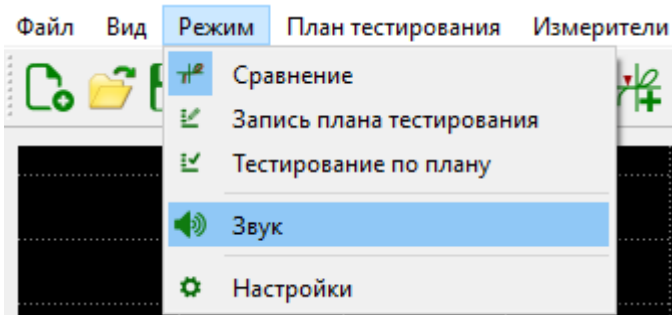

Рисунок 7. Элемент интерфейса включения звукового сигнала
- Если степень различия измеренных ВАХ превышает заданный порог сравнения, то издается звуковой сигнал. По умолчанию звуковой сигнал отключен, но при необходимости его можно включить во вкладке "Режим" -> "Звук" (рисунок 7).